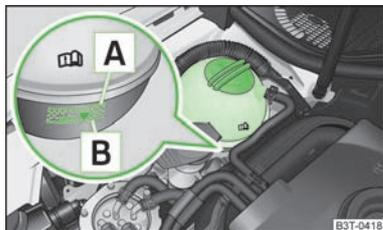

Abb. 145
Zum Nachfüllen empfehlen wir nur das Frostschutzmittel zu verwenden, dessen Bezeichnung auf dem Kühlmittelausgleichsbehälter aufgeführt ist » Abb. 145.
- Den Kühlmittelstand am Kühlmittelausgleichsbehälter prüfen » Abb. 145. Der Kühlmittelstand muss bei kaltem Motor zwischen den Markierungen **B** (min.) und **A** (max.) liegen. Bei warmem Motor kann er auch etwas über der Markierung **A** (max.) liegen.
- Einen Lappen auf den Verschlussdeckel des Kühlmittelausgleichsbehälters » Abb. 145 legen und den Deckel **vorsichtig** abschrauben.
Das Kühlmittel nicht über die Marke **A** (max.) auffüllen » Abb. 145! Überschüssiges Kühlmittel wird bei Erwärmung durch das Überdruckventil im Verschlussdeckel des Kühlmittelausgleichsbehälters aus dem Kühlsystem gedrückt.